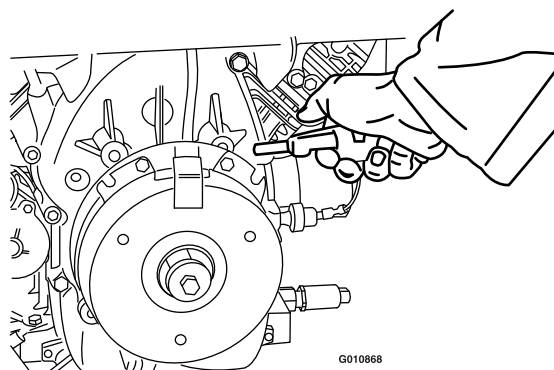

Figure 88
3. Soufflez de l'air comprimé sous le pôle et autour des entretoises du frein pour éliminer tout débris (Figure 88).